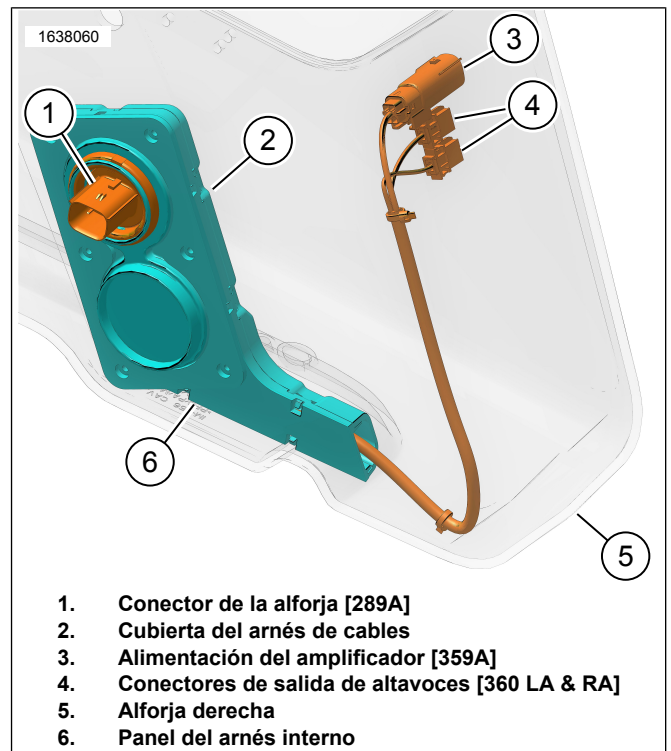
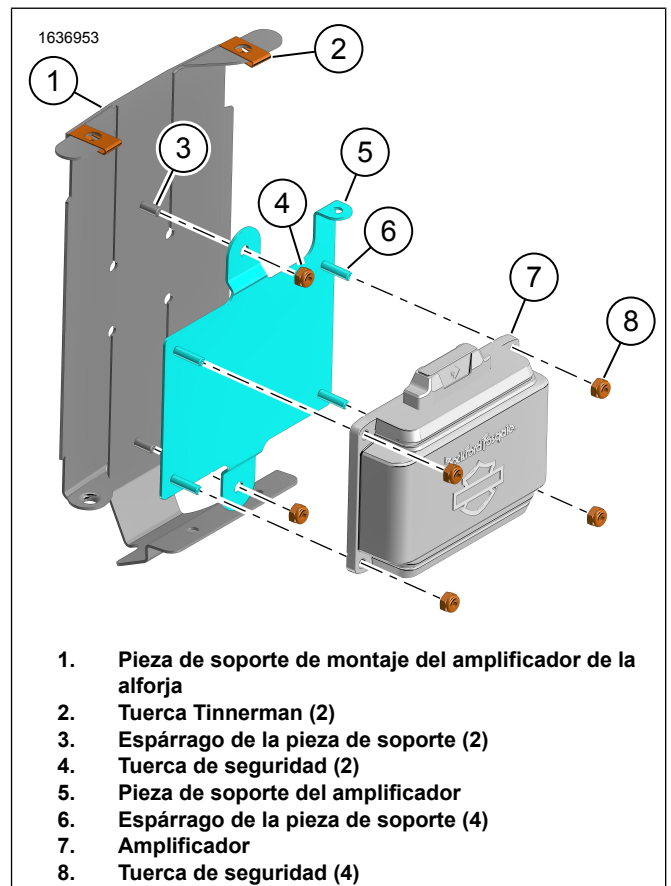
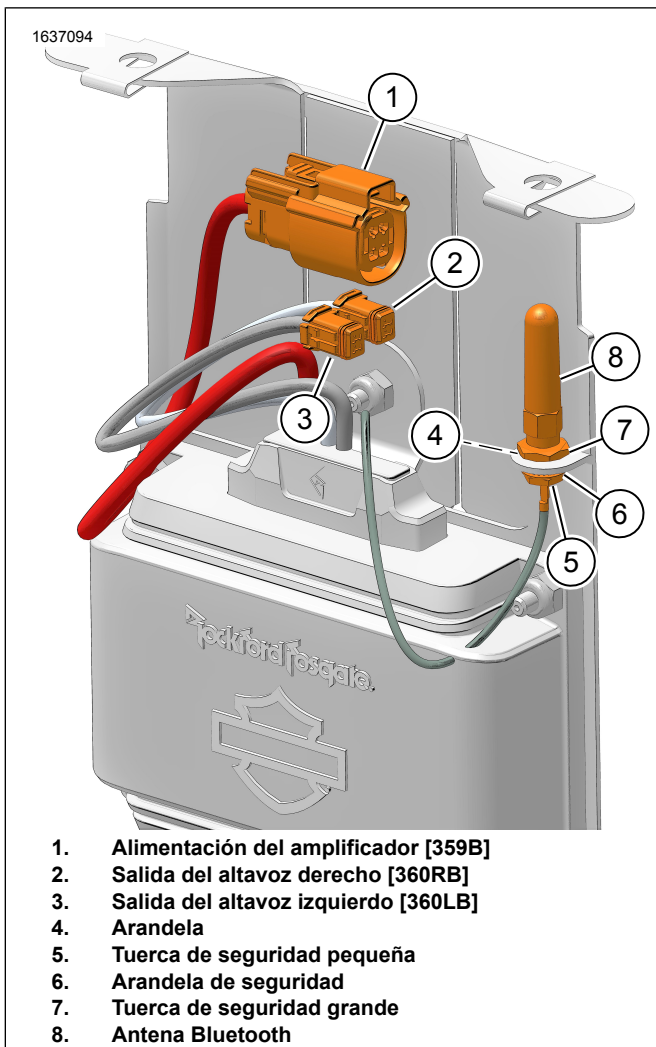
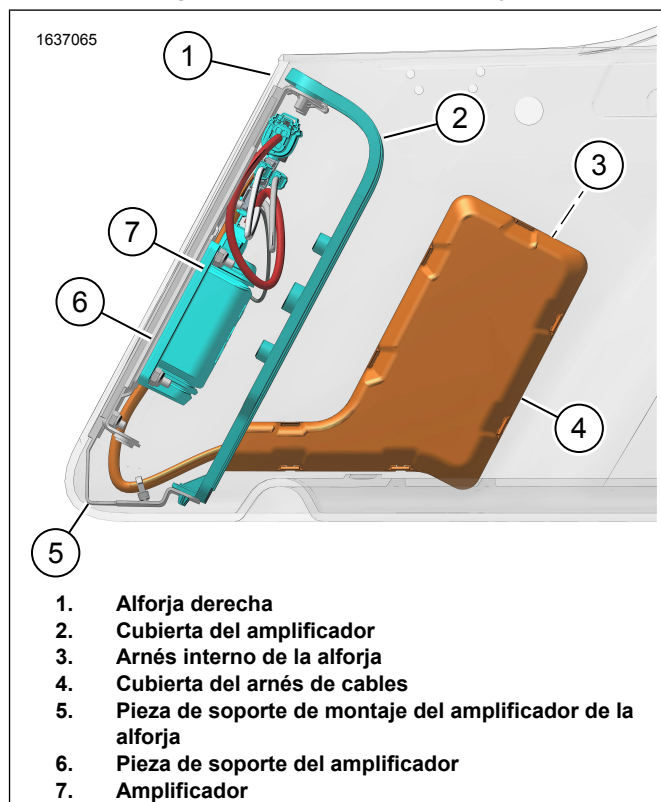

Figura 8. Arnés de cables interno 69202871
Figura 9. Pieza de soporte de montaje del amplificador
Figura 10. Conjunto del amplificador
Figura 13. Arnés de la alforja con amplificador
8. Figura 8 Instale el arnés de cables interno como se muestra.
- a. Instale la cubierta del arnés de cables (2).
9. Figura 10 Ensamble la antena.
- a. Instale la arandela de seguridad pequeña (5) y la arandela de seguridad (4) en la base de la antena.
- c. Instale la arandela (4) y la tuerca de seguridad grande (7). Apriete el conjunto.
10. Figura 9 Ensamble la pieza de soporte de montaje del amplificador.
- a. Instale las tuercas de ajuste rápido (2).
- b. Instale la pieza de soporte de montaje del amplificador (5) en el espárrago de la pieza de soporte (3).
- c. Instale la tuerca de seguridad (4). Apretar.
- d. Instale el amplificador (7).
- e. Instale la tuerca de seguridad (4). Apretar.
11. Figura 13 Instale el conjunto de pieza de soporte de montaje del amplificador.
14. Ver Figura 8 y Figura 10 . Conecte el arnés de cables interno al conjunto del amplificador.
15. Consulte la Figura 10. Enchufe los cables del altavoz derecho al conjunto del amplificador.
Ver Figura 8 y Figura 10 . Conecte el arnés de cables interno al conjunto del amplificador.